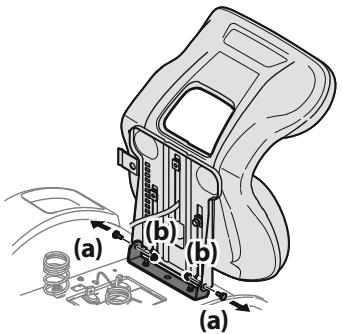

Figura 5
- Quite los dos tornillos con reborde (a) y las tuercas de seguridad con brida (b) de la bandeja del asiento tal como se muestra en la Figura 5.